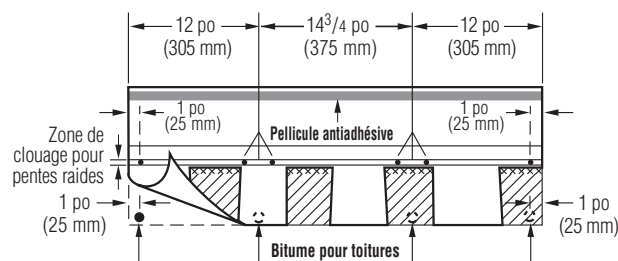

Figure 13-5 : Poser six clous et quatre points de bitume pour toitures sur les pentes raides.
**IMPORTANT :** Lorsque six clous sont posés dans un bardeau entier, suivre la configuration de clouage indiquée à la figure 13-5. Les clous peuvent être plantés dans la zone de clouage de  $1\frac{1}{2}$  po (51 mm).